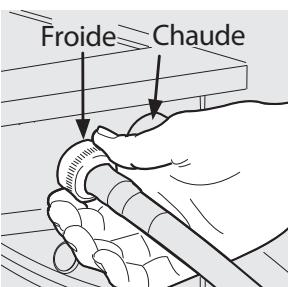

Fig. 3
- Raccordez le tuyau d'entrée d'eau CHAUDE (couleur rouge) au raccord d'entrée d'eau CHAUDE sur la laveuse et le tuyau d'entrée d'eau FROIDE au raccord d'entrée d'eau FROIDE (couleur bleue) sur la laveuse. (Fig. 3).